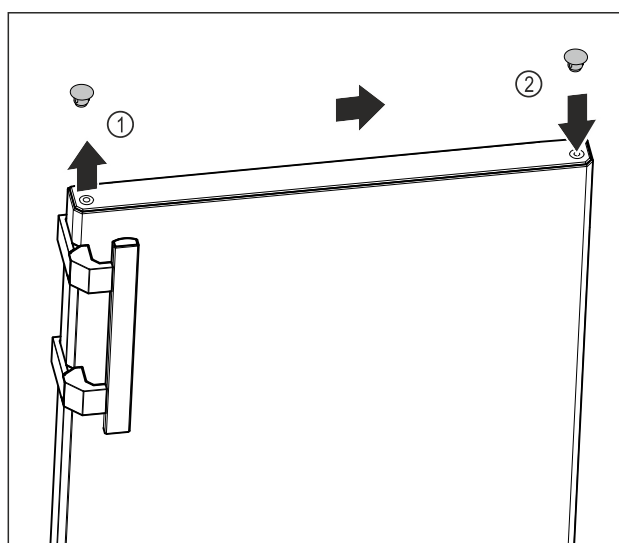

Fig. 15
- Afdekdop van de bovenkant van de deur Fig. 15 (1) voorzichtig optillen met een platte schroevendraaier.
- Plaats de afdekdop aan de andere kant. Fig. 15 (2)